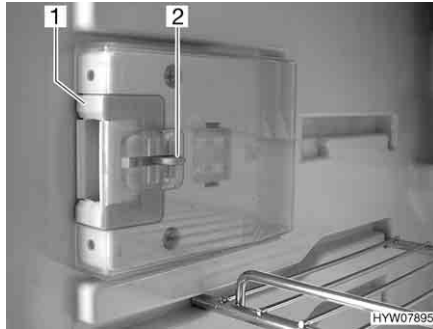
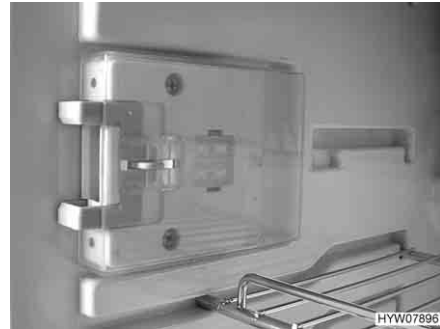

Fig. 136 Dispositivo di chiusura in posizione normale
Fig. 137 Dispositivo di chiusura in posizione di ricircolo d'aria
- Premere il dispositivo di sblocco (Fig. 136,2).
- Spingere il dispositivo di chiusura (Fig. 136,1) in avanti (Fig. 137).